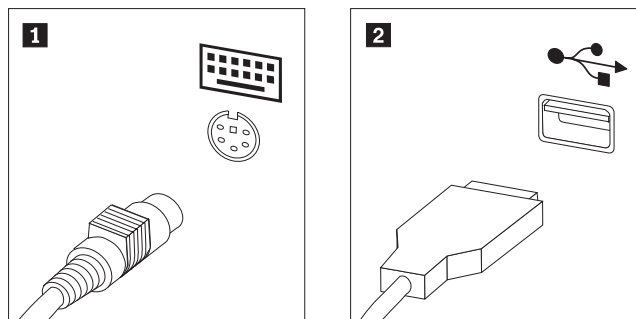

Figura 34. Connettori tastiera, standard e USB
3. Rilevare il connettore per tastiera. Consultare la sezione Figura 34.